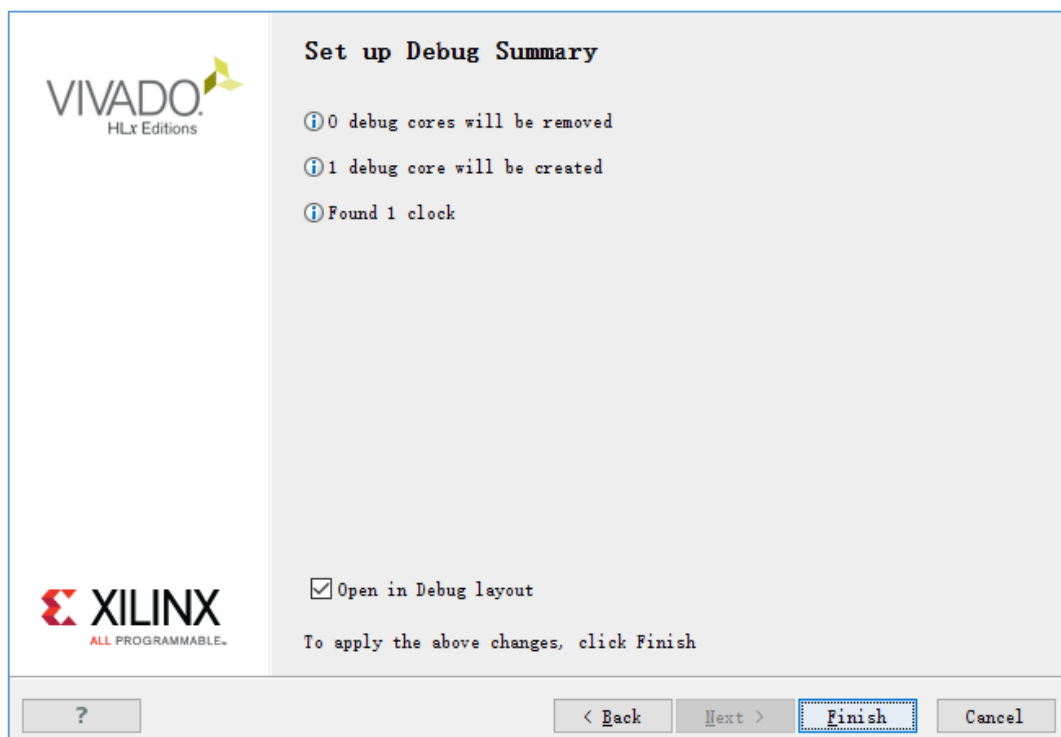

图 4.132 Set Up Debug 向导
2. 如图 4.132 所示，在“Set Up Debug”向导中连续点击“Next”，最后点击“Finish”。